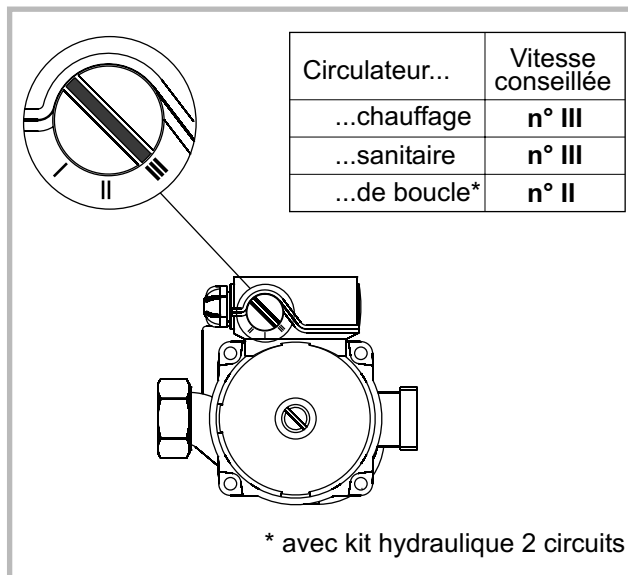

Figure 33 - Vitesse de circulation conseillée
- Vérifier la vitesse des circulateurs (fig. 33).